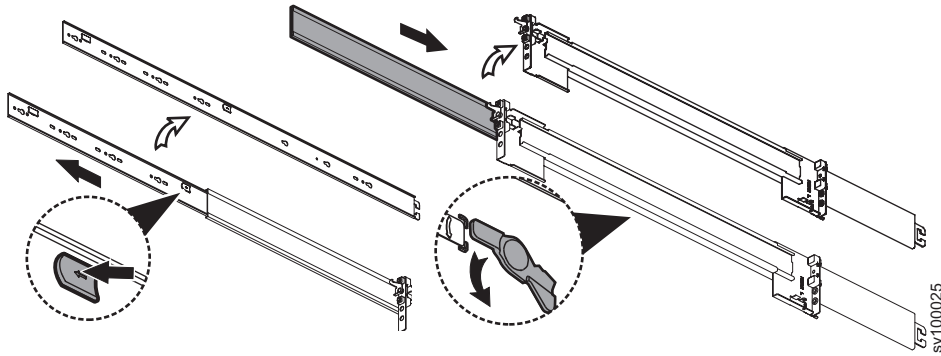

图 41. 拆下内部导轨部件
3. 拆下一个导轨（包含三个部件）的内部部分，如图 41 中所示。